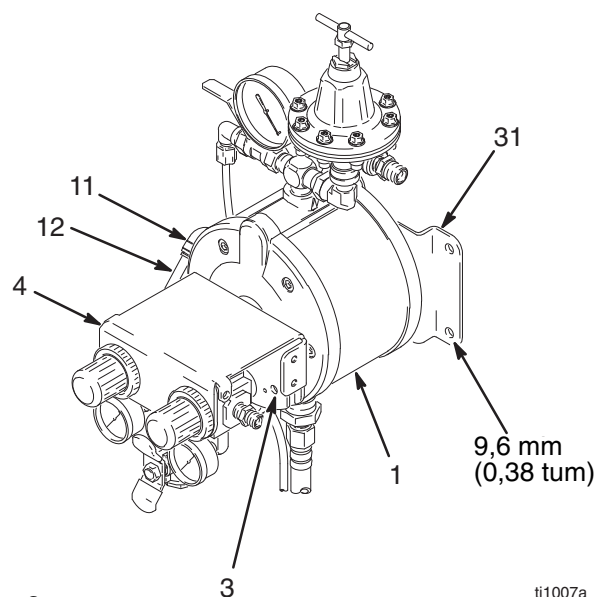

Fig. 3
**OBSERVERA:** Se Fig. 3 och mallen för väggmontering på sidan 21.
**OBSERVERA:** Det är enklare att montera väggfästet (31) om styrfäste (4) och pump (1) demonteras. Lossa luftröret (12) från rörvinkeln (11) och lossa sedan de två skruvarna (3) och lyft av styrfästet (4) från skruvarna. Skruva ur skruvarna (3) helt och hållet för att ta bort pumpen (1).